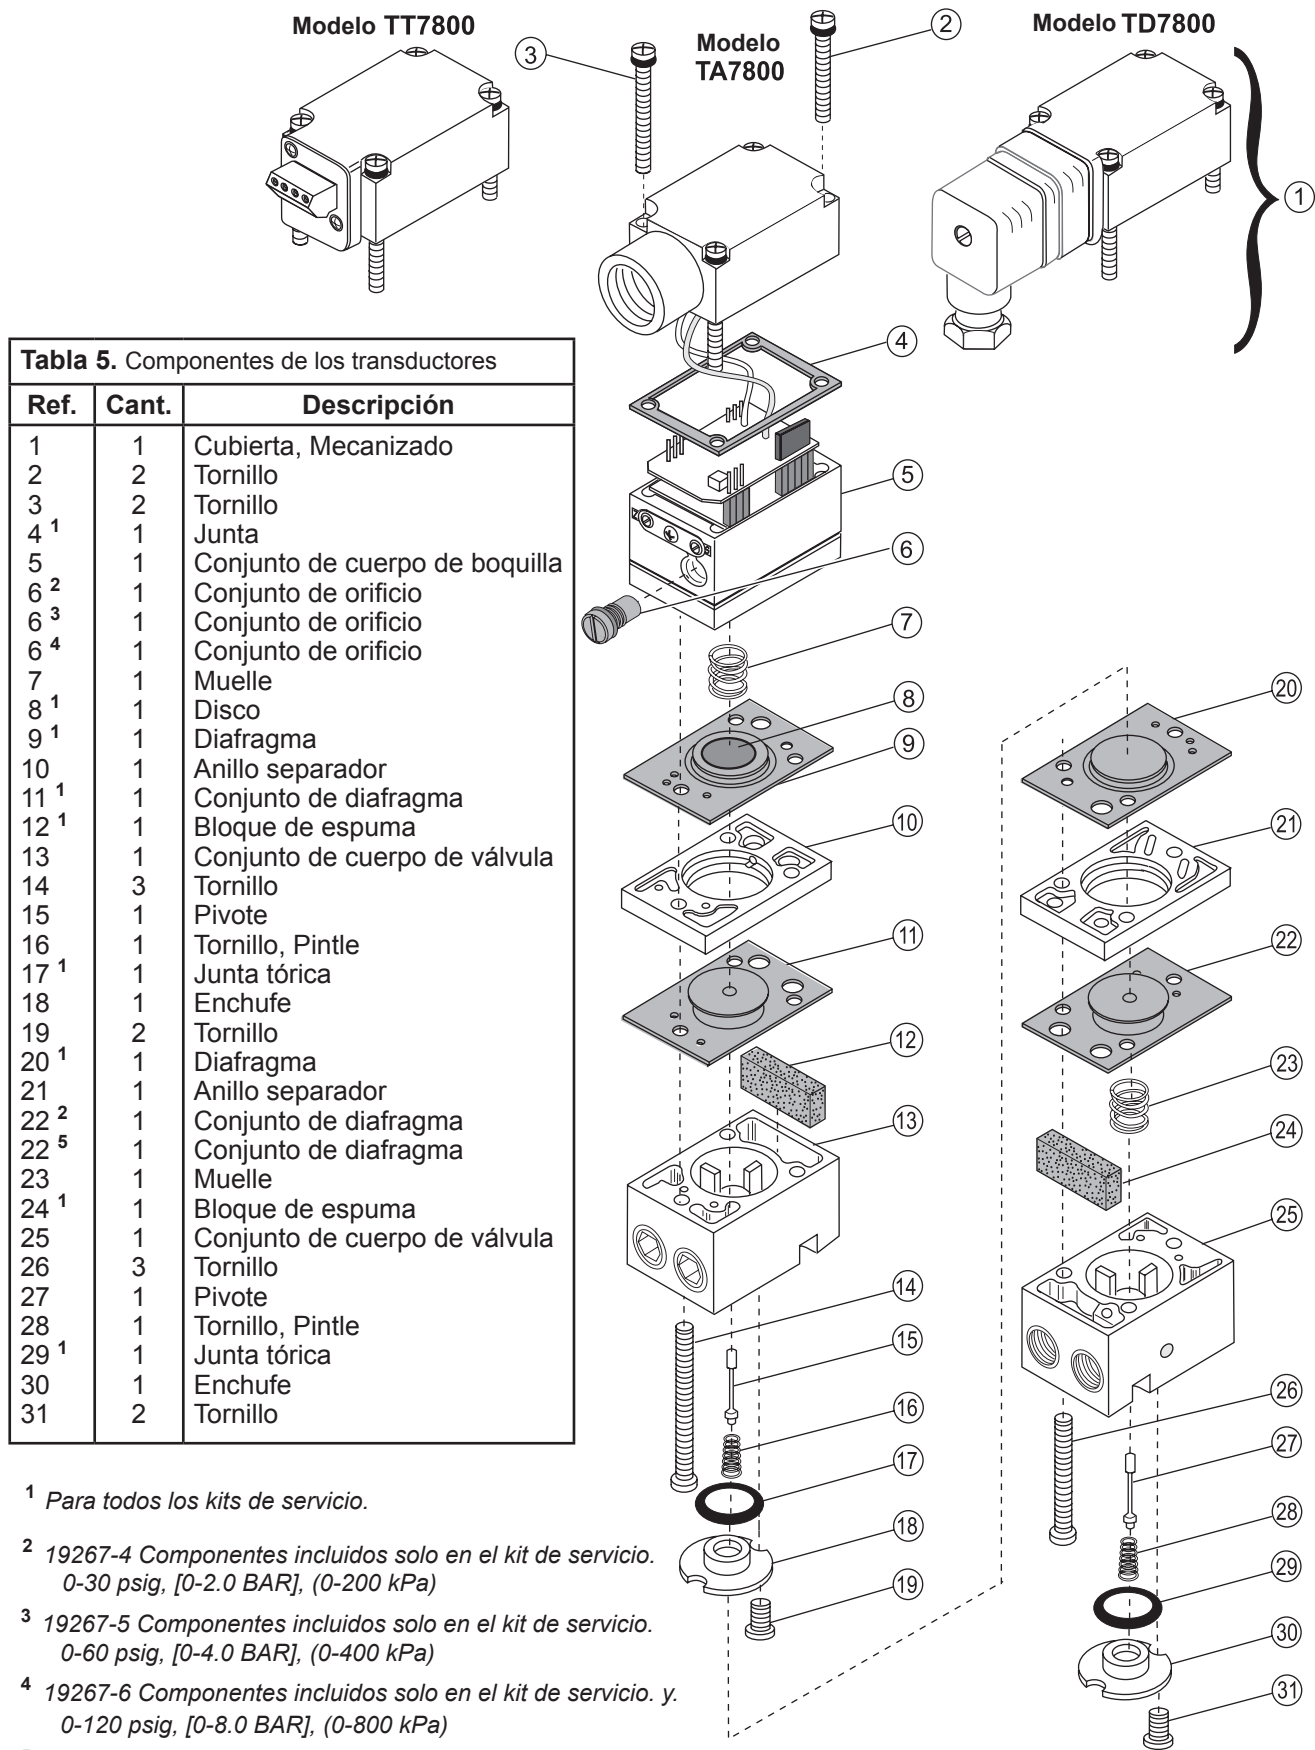

Figura 11. Despiece
2. Desmonte el conjunto del orificio (6) de la unidad. Para obtener más información, consulte la figura 11, "Despiece", en la página 6.